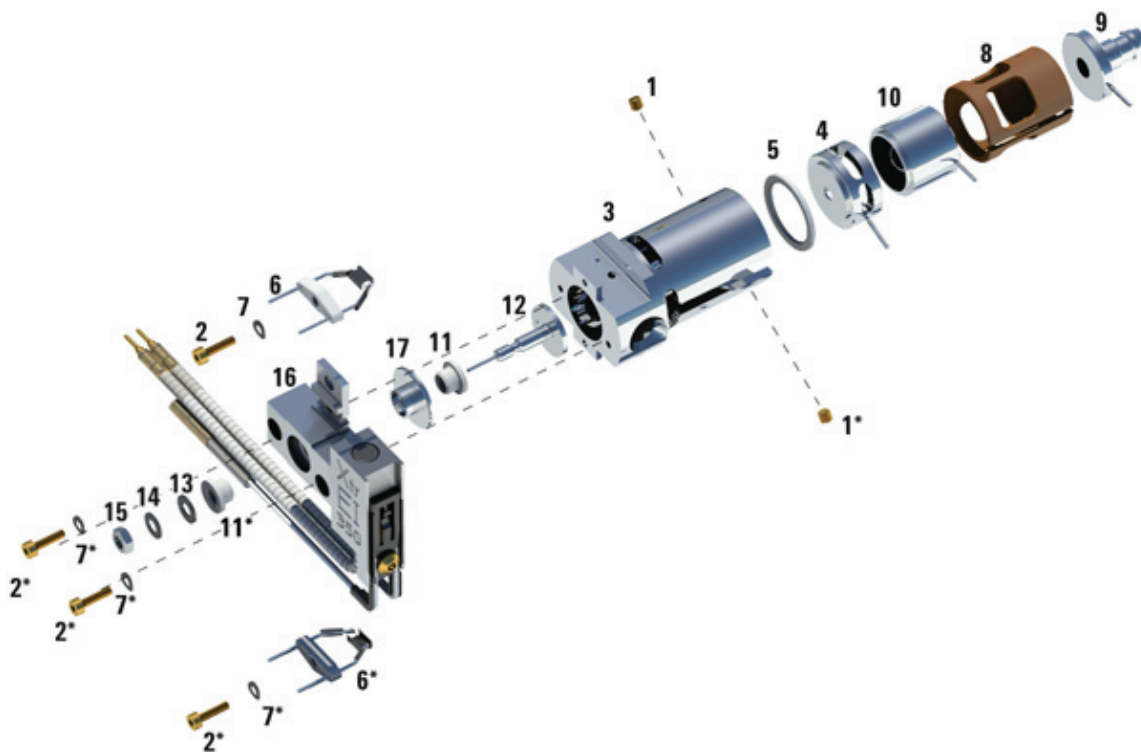

Figure 53. Démontage de la source EI XTR
Se reporter à la vue éclatée des pièces et à la liste des pièces de la source EI XTR en suivant cette procédure. (Voir **Figure 53** et **Tableau 17** page 195.)
- 3** Séparer la source de son chauffage en retirant les deux vis. Le chauffage de la source est constitué du bloc de chauffage de la source, du repousseur et des pièces détachées connexes. (Voir **Figure 53** et **Tableau 17** page 195.)
- 4** Démontez le repousseur en retirant l'écrou, les rondelles et les isolants en céramique du repousseur, puis déposer le repousseur. (Voir **Figure 53** page 195.)
- 6** Sortir les lentilles de la source et séparer l'isolant de lentille, la lentille de focalisation d'ions, la lentille d'extracteur, l'isolant de la lentille d'extracteur et la lentille d'entrée étendue. (Voir **Figure 53** page 195.)
Tableau 17 Liste des pièces de la source EI XTR (Figure 53)
Tableau 17 Liste des pièces de la source EI XTR (Figure 53) (suite)